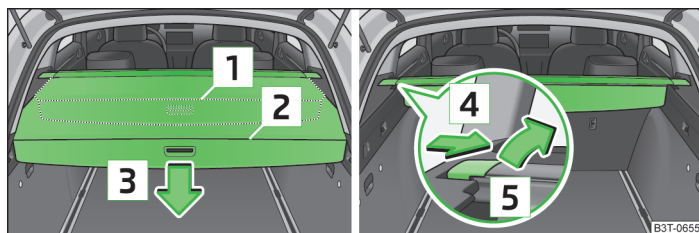

Fig. 90 Couvre-bagage enroulable : extraction et enroulement / extraction
- Tirez le cache-bagages enroulable jusqu'en butée en position verrouillée » fig. 90.
- Poussez le cache en le prenant par la poignée dans le sens de la flèche » fig. 90 : le cache s'enroule automatiquement dans la position .
- Appuyer sur le côté de la barre transversale dans le sens de la flèche » fig. 90 et retirer le couvre-bagages dans le sens de la flèche .
Le cache-bagage s'enroule automatiquement en position » fig. 90 à la page 89.